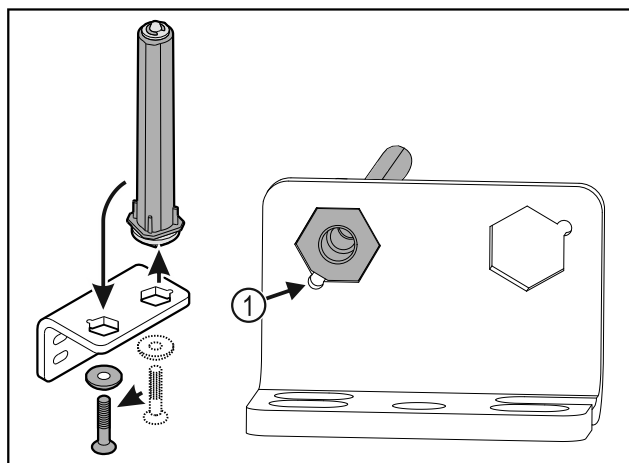

Fig. 19
- ▶ Dbejte, aby při vsazování ukazovalo zešikmení čepu Fig. 19 (1) ke kulatému otvoru.